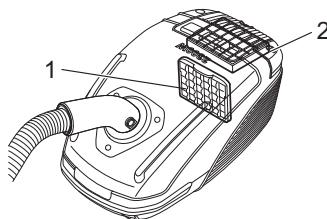

Abb. 23
- **Motorschutzfilter (Abb. 23/1)** Verhindert bei einem defekten Staubfilterbeutel, dass größere Partikel den Motor zerstören.
- **Hygiene-Ausblasfilter (Abb. 23/2)** Filtert feinste Partikel aus der ausgeblasenen Luft.